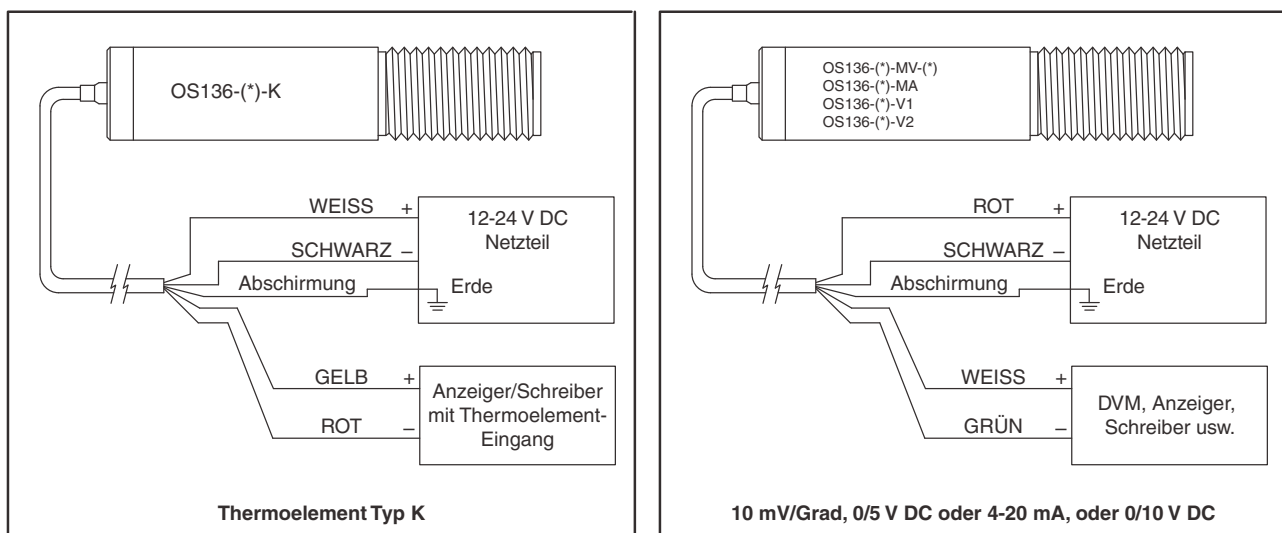

Abbildung 2-1. Verdrahtung des OS136
Das abgeschirmte Kabel wird für Spannungsversorgung und Ausgangssignal verwendet. Abbildung 2-1 zeigt die Verdrahtung für verschiedene Analogausgangsarten.
- Versorgungs- und Analogausgangs-Anschlüsse sind hergestellt (Abb. 2-1).